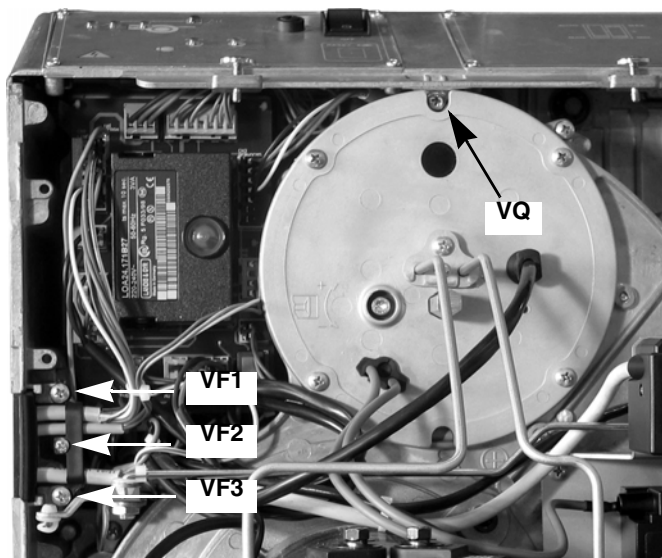

Рис. 38
- 1 Отвинтить винт VQ, крепящий щит к опоре головки горелки (Рис. 38).
- 2 Отвинтить винты VF1 и VF3 резиновой прокладки кабельного зажима; кабели останутся в ложе, благодаря тому, что придерживаются зажимом, закрепленным винтом VF2 (Рис. 38).